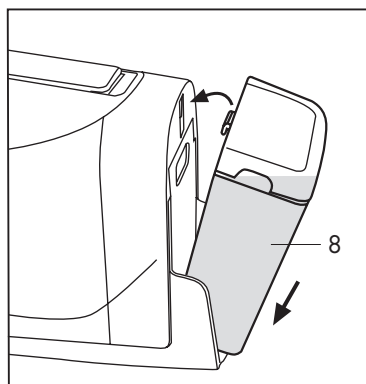

Fig. 3
- Fermer le couvercle et mettre en place le réservoir (8) contre le corps de la machine de telle sorte que la languette s'encastre et que la base du réservoir soit bien en appui sur la valve d'eau. (Fig. 3).